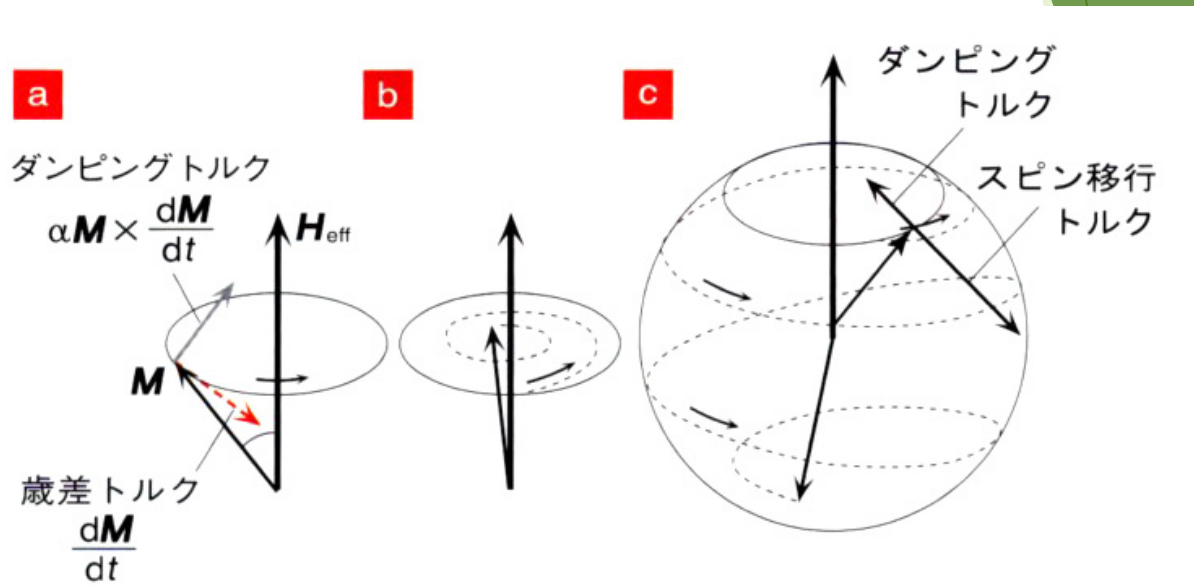

図10 スピン移行トルクと歳差運動
▶ 図10に示すように、磁性体の磁気モーメント M は、外部磁場 H_{eff} を加えるとその外積 $M \times H$ で表されるトルクを受けて歳差運動を始めます。